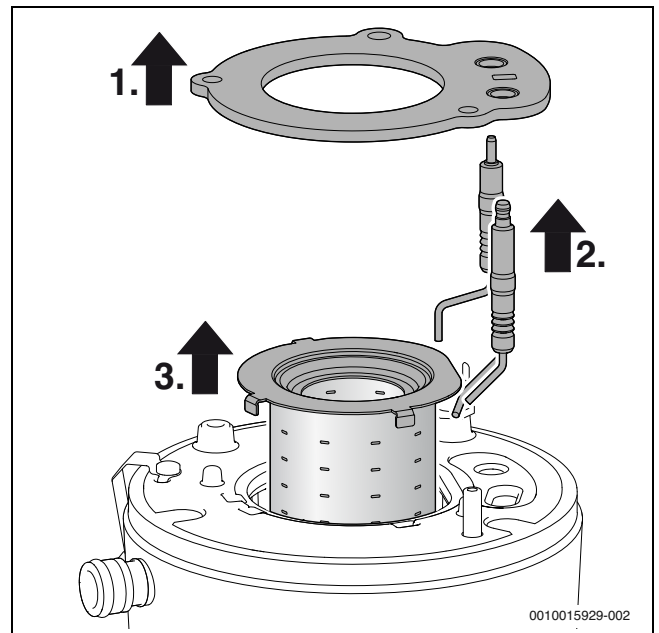

Fig. 44 Retirar el quemador
- ▶ Cada vez que se abra el quemador, sustituir la junta de quemador (→ fig. 44, pos.[1]) y las demás juntas afectadas por esta medida. (máxima vida útil de la junta de quemador: 7,5 años)